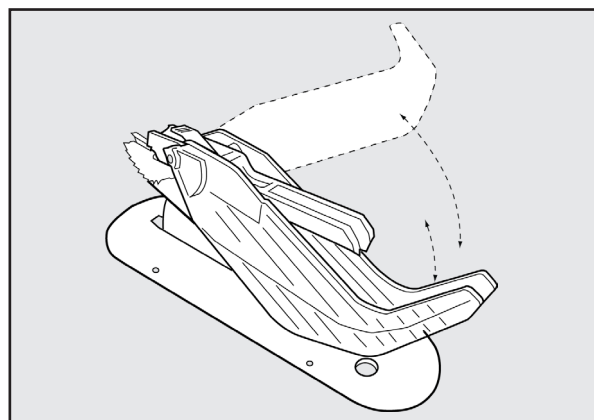

FIGURE 26
1. Reportez-vous à la Figure 26 et, en soulevant le protège-lame par l'avant, soulevez l'écran de protection jusqu'à ce qu'il s'enclenche en position verrouillée au-dessus de la table. Vous pouvez soulever l'un ou les deux écrans de protection.